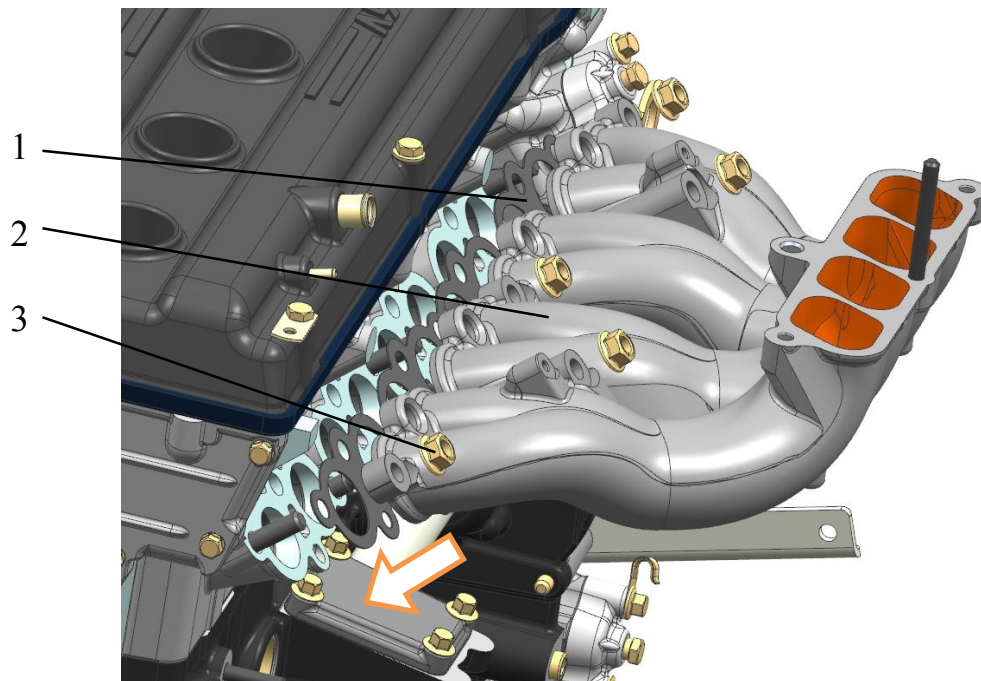

Рис.183. Установка впускной трубы:
27. Установить и закрепить впускную трубу 2 (рис.183) с прокладкой 1 к головке цилиндров, завернув гайки 3 моментом 28,4...35,3 Н·м (2,9...3,6 кгс·м).